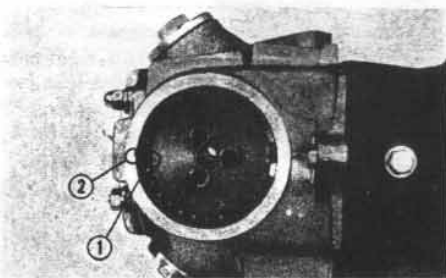

Fig. 36 Nokkenas afstelling
- c. Plaats het tandwiel zodanig in de nokkenas-ketting, dat het "O" merk op het tandwiel precies omhoog gericht is tegenover het merkteken (inkeping) op de cilinderkop en monteer de drie bevestigingsbouten. (Fig. 36)